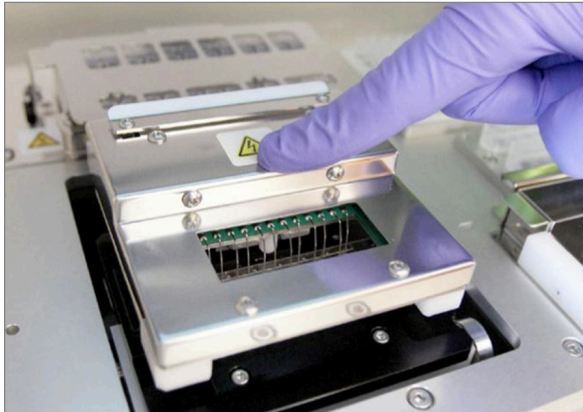

FIGURE 5.20 : Abaisser délicatement le bloc électrodes au-dessus de la cartouche
14. Abaisser délicatement le bloc électrodes au-dessus de la cartouche (FIGURE 5.20). Les 24 électrodes doivent pénétrer facilement dans les 24 puits. Toucher **Next** (Suivant).
IMPORTANT : Ne pas utiliser la poignée de dégagement pour abaisser le bloc, sous peine d'empêcher le verrouillage de ce dernier. Appuyer plutôt sur le corps du bloc, loin de la poignée de dégagement (FIGURE 5.20).